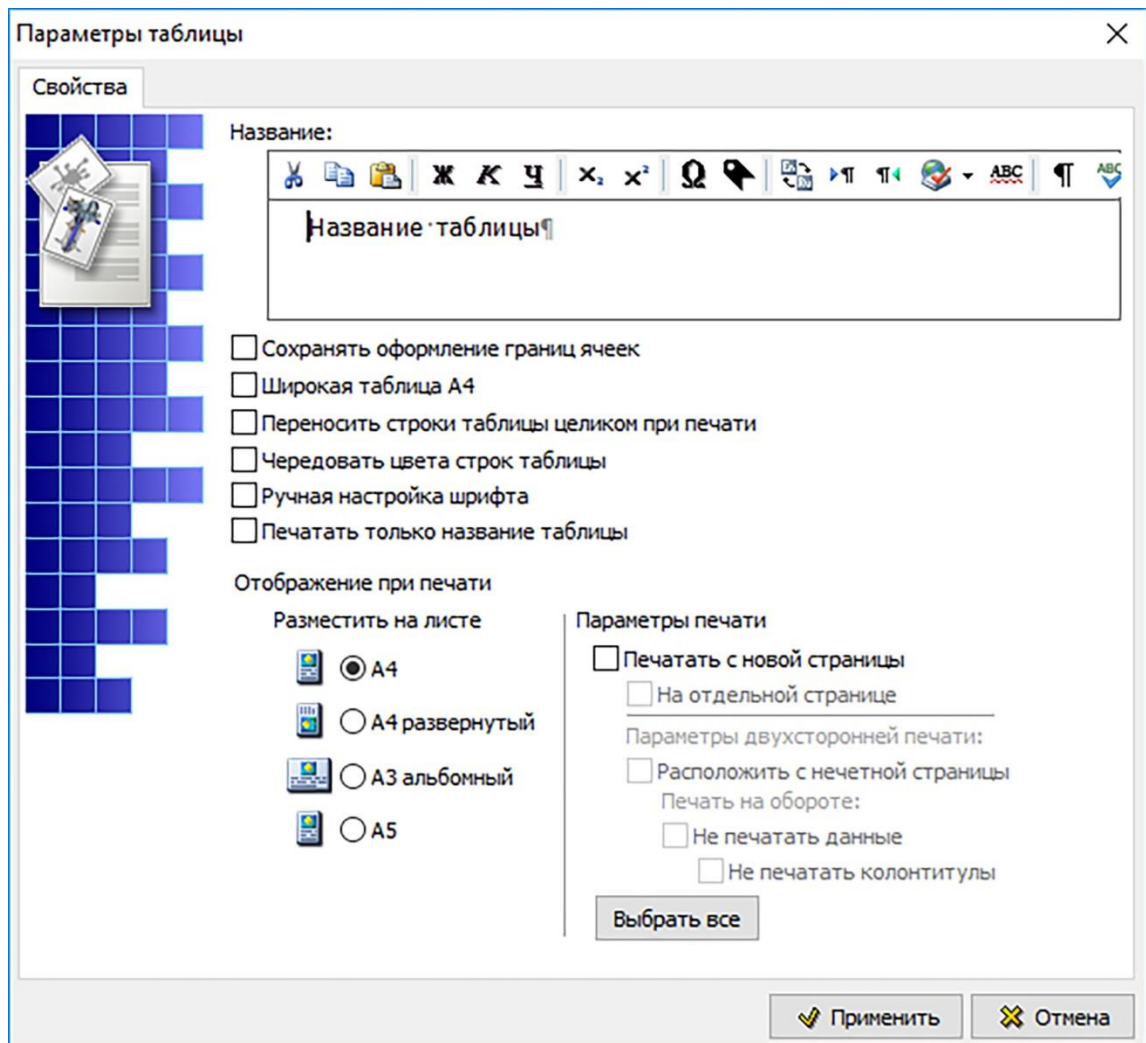

Рисунок 588
2) После этого откроется окно **Параметры таблицы** (рисунок 588).